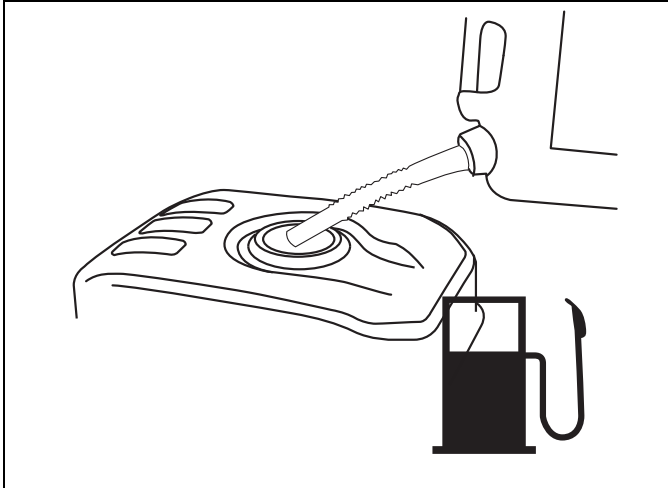

Figure 4-5. Ajout de carburant
- Mettez la pompe à eau en position ARRÊT (« OFF ») et laissez-la refroidir pendant deux (2) minutes avant de retirer le bouchon du réservoir de carburant. Dévissez doucement le bouchon afin d'éliminer la pression accumulée dans le réservoir.
2. Ajoutez lentement de l'essence ordinaire sans plomb dans le réservoir de carburant. Faites attention à ne pas trop remplir le réservoir de carburant. Remplissez le réservoir jusqu'à l'anneau indicateur rouge, en prévision de l'expansion du carburant (Figure 4-5).